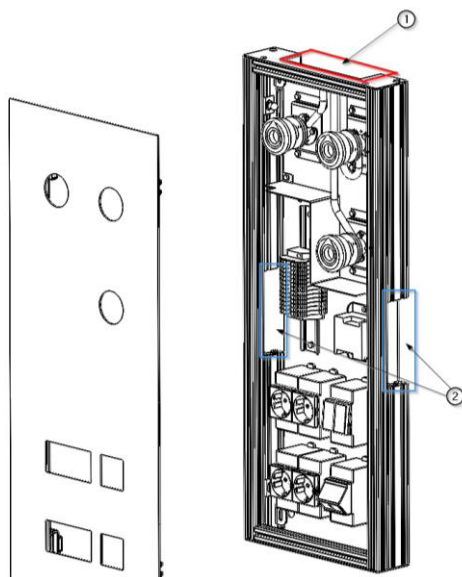

Abb. 2 Lage der Gaseingänge und elektrischen Anschlüsse
Der Eingang für die Versorgung mit medizinischen Gasen ① befindet sich auf der Oberseite des ANTEA-Gehäuses. Die elektrischen Anschlüsse ② befinden sich an der/den Seite(n) des Geräts. Siehe Abbildung 2.